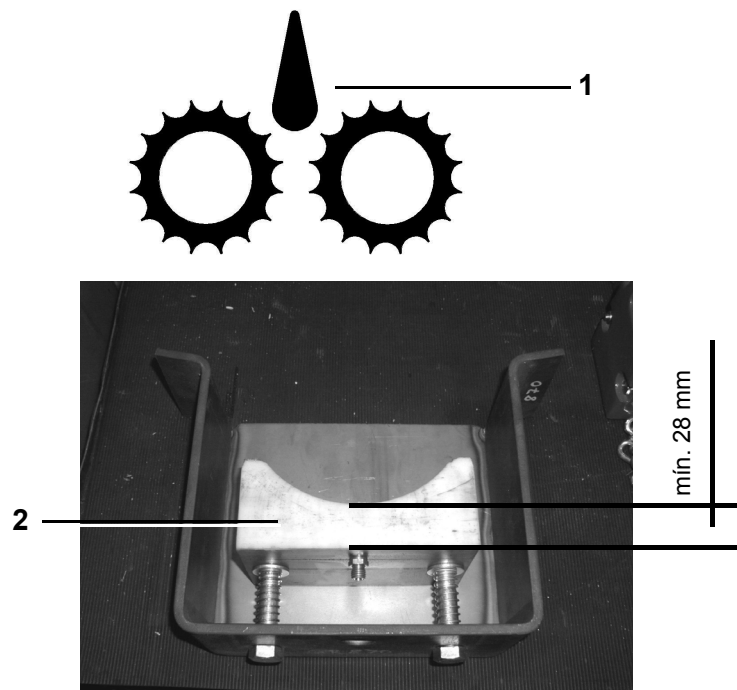

Fig. 35 Lubrificação da lâmina de desgaste deslizante de plástico do anel de giro
- Verifique a lâmina de desgaste deslizante de plástico (2) na Fig. 35 no dispositivo de lubrificação (1) na Fig. 35 em busca de desgastes a cada três meses.
- Substitua a lâmina de desgaste deslizante de plástico (2) na Fig. 35 assim que o limite de desgaste for atingido.
Antes de verificar a lâmina de desgaste deslizante de plástico (2) na Fig. 35:
1	Remova o dispositivo de lubrificação (1) na Fig. 35.
2	Verifique a lâmina de desgaste deslizante de plástico (2) na Fig. 35 em busca de desgastes (mín. 28 mm).